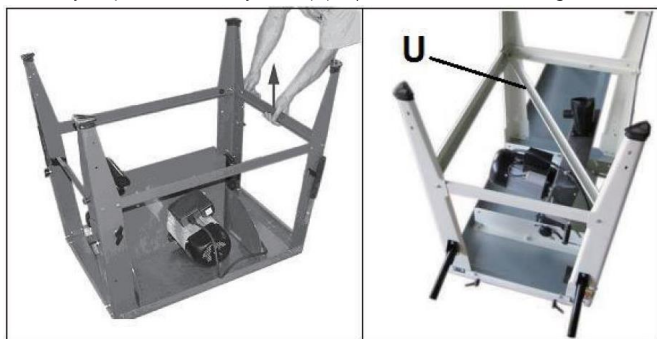

Figura 3
Instalați suportul de susținere (U) așa cum se arată în figura 3.